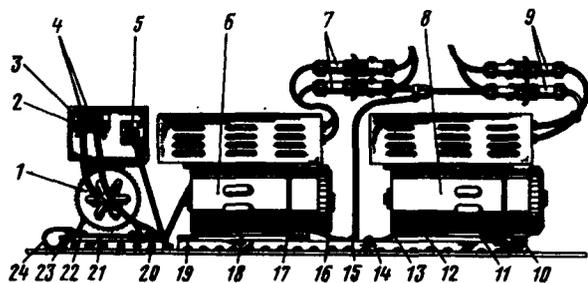

Рис. 115. Установленные преобразователи ПО-750А и ПТ-500Ц:
1. Снять защитную крышку 3 (рис. 115) с колодки клеммных болтов на коробке управления преобразователя.
Закрепить преобразователь на амортизаторах, надев под головку одного из винтов 22 (см. рис. 115) крепления преобразователя наконечник перемычки 24 металлизации.
1. Разъединить штепсельные разъемы 7 или 9 (см. рис. 115).
2. Отсоединить перемычку 16 (13) металлизации от корпуса вертолета, вывернув винт 15 (14) крепления.
3. Вывернуть винты 19 (10) крепления панели 18 (11) преобразователя и снять преобразователь вместе с панелью с вертолета.
4. При необходимости снять преобразователь с панели, вывернув винты крепления 17 (12).
2. Установить преобразователь на панель 18 или 11 (см. рис. 115), закрепив его четырьмя винтами и поставив под головку одного из винтов 17 (12) наконечник перемычки 16 (13) металлизации.
3. Установить преобразователь на вертолет, закрепив панель 18 (11) четырьмя винтами 19 (10).
4. Подсоединить перемычку 16 (13) металлизации к корпусу вертолета, закрепив ее винтом 15 (14).
5. Соединить штепсельные разъемы 7 (9) и законтрить их.